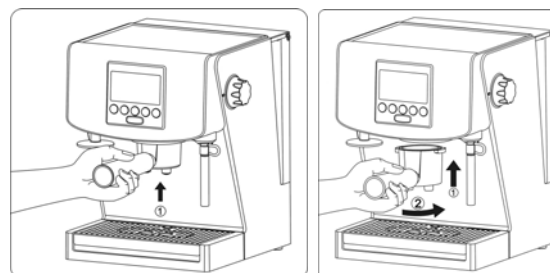

Рис. 3
- 6.1.3. Монтирайте празна дръжка на филтъра (6) в глава за запарване (4), като я въртите решително надясно (Рис. 3).
- 11.10. Прикрепете дръжка на филтъра (6) в глава за запарване (4), като въртите надясно (Рис. 3).
- 12.10. Прикрепете дръжка на филтъра (6) в глава за запарване (4), като въртите надясно (Рис. 3).